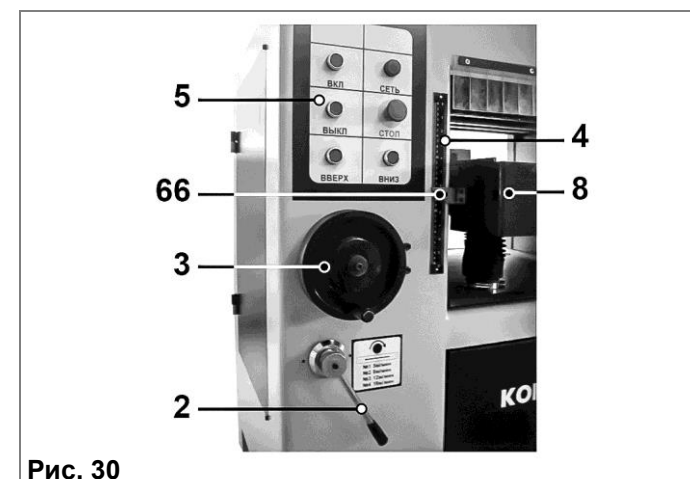

Рис. 30
10.10.9. При изменении глубины строгания необходимо отрегулировать высоту рабочего стола (8) электрическим регулятором (на блоке управления (5) станком
11. СТРОГАНИЕ (Рис. 30)
11.4. Настройка рабочего стола (8) на толщину обрабатываемого изделия осуществляется с помощью электродвигателя. Точная поднастройка производится с помощью маховика с рукояткой (3). Нажатием и удерживанием кнопок «ВВЕРХ» или «ВНИЗ» на блоке управления (5) (Рис. 30) установите высоту рабочего стола (8) в положение, соответствующее максимально толстому (широкому) участку заготовки по шкале (4) и указателю (66). После чего поднимите стол (8) на высоту, равную предполагаемой глубине строгания 1-5 мм.